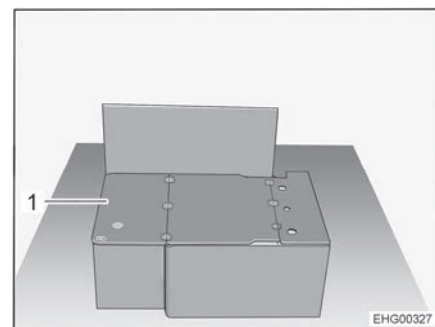

Fig. 39 Divano senza cuscino
- Ribaltare il piano di appoggio (Fig. 39,1) di 180° e appoggiarlo sul coperchio della cassapanca.